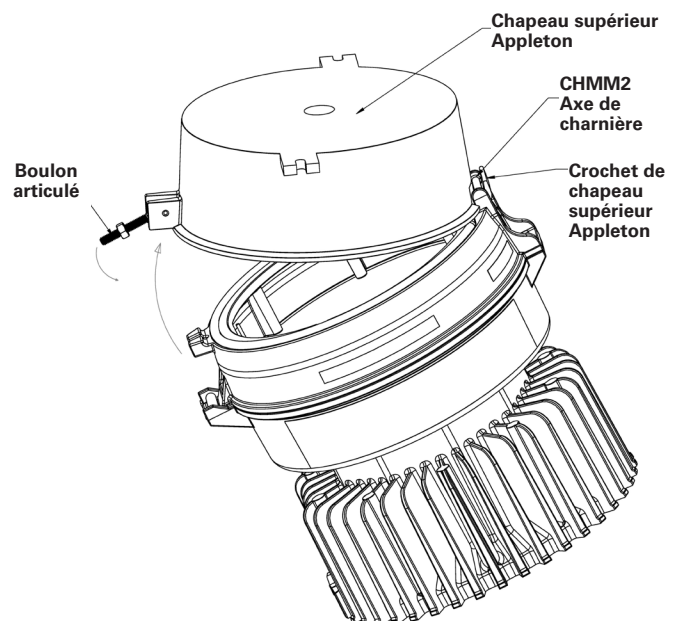

Figure 2
2. Retirez le luminaire Appleton du chapeau supérieur en retirant l'écrou du boulon pivotant (Figure 2) et déconnectez les fils d'alimentation et de terre. Inspectez les surfaces d'étanchéité du chapeau supérieur Appleton pour déceler tout dommage. Inspectez le matériel du chapeau haut de forme Appleton pour tout type de corrosion. Inspectez le chapeau haut de forme Appleton pour vérifier l'intégrité structurelle.
6. Accrochez l'ensemble luminaire/adaptateur sur le chapeau supérieur Appleton. Pour ce faire, accrochez l'axe de charnière de l'adaptateur dans le crochet du chapeau supérieur Appleton, tel qu'illustré à la figure 2.